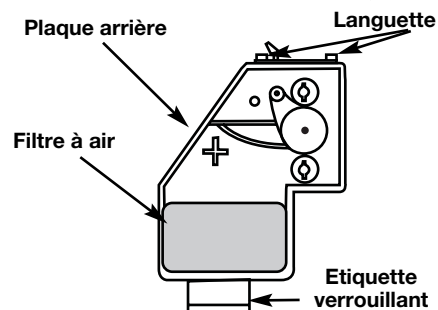

Fig. 49
7. Réinstallez la couverture du filtre à air. Placez les fentes au dessus de la couverture du filtre à air sur les languettes au dessus de la plaque arrière (Fig. 49).